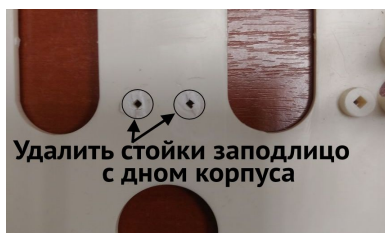

Рисунок 26. Подготовка места для адаптера «L25_Crow_rev3»
- «Адаптер L25_CROW_rev3» – подготовить место установки (рисунок 26), а затем установить адаптер на отрезок двусторонней липкой ленты, как показано на рисунке 27.